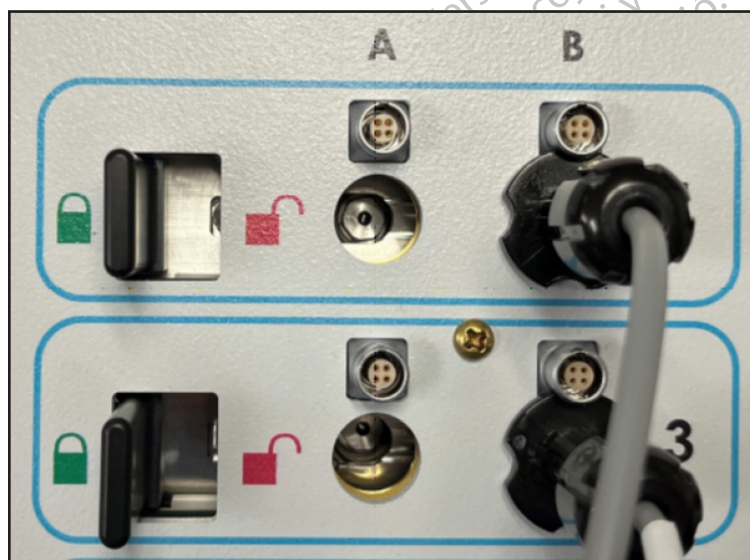

Figura 16. Blocarea acului în canal
4. După ce un ac este introdus în canalul dorit, blocați canalul glisând bara de blocare departe de centrul sistemului (Figura 16).